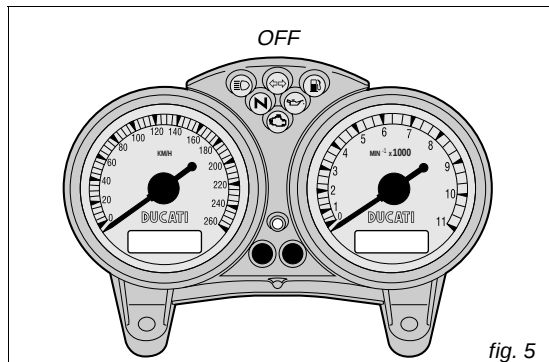
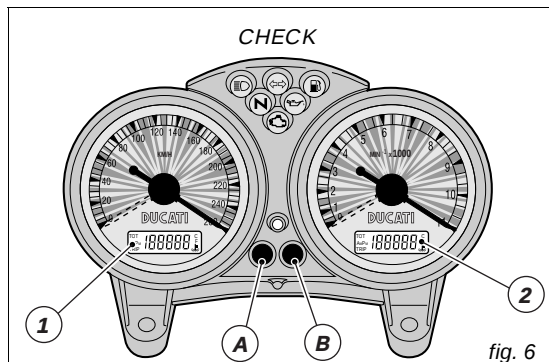

fig. 5
fig. 6
A l'allumage (clé de **OFF** à **ON**), le tableau de bord effectue un contrôle de tous les instruments : aiguilles, afficheur et témoins (fig. 5 et fig. 6).
La clé sur ON, appuyez sur le bouton (A, fig. 6) pour afficher le totalisateur journalier et le compteur kilométrique.
En appuyant sur le bouton (A, fig. 6) pendant plus de 2 secondes lorsqu'on est dans la fonction **TRIP** (totalisateur journalier), l'afficheur (LCD 1) se met à zéro.
La clé sur ON, appuyez sur le bouton (B, fig. 6) pour afficher l'horloge et la température de l'huile.
Appuyez sur le bouton (B, fig. 6) pendant 2 secondes au moins.
Appuyez sur le bouton (A, fig. 6) pour régler AM/PM.
Appuyez sur le bouton (A, fig. 6) pour passer au réglage de l'heure. Appuyez plusieurs fois sur le bouton (A) pour modifier l'indication de l'heure. Appuyez sur le bouton (B) pour passer au réglage des minutes.
La clé sur ON, si vous appuyez sur le bouton (B, fig. 6) dans 5 secondes, chaque pression de ce bouton va déterminer une variation de l'intensité lumineuse du tableau de bord.